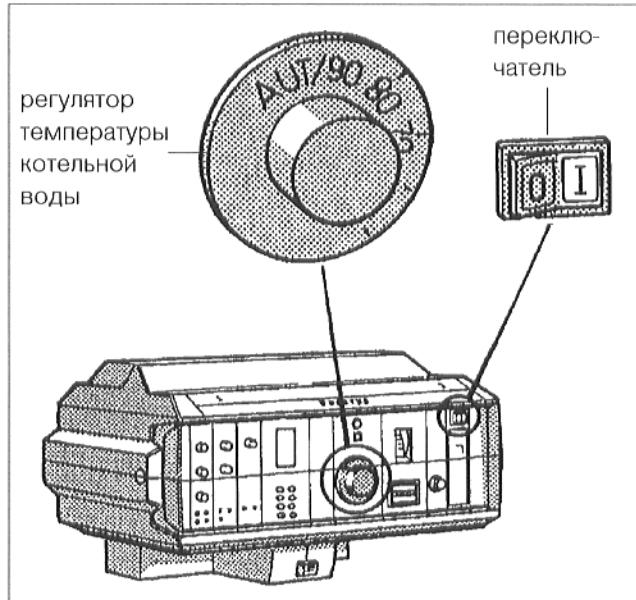
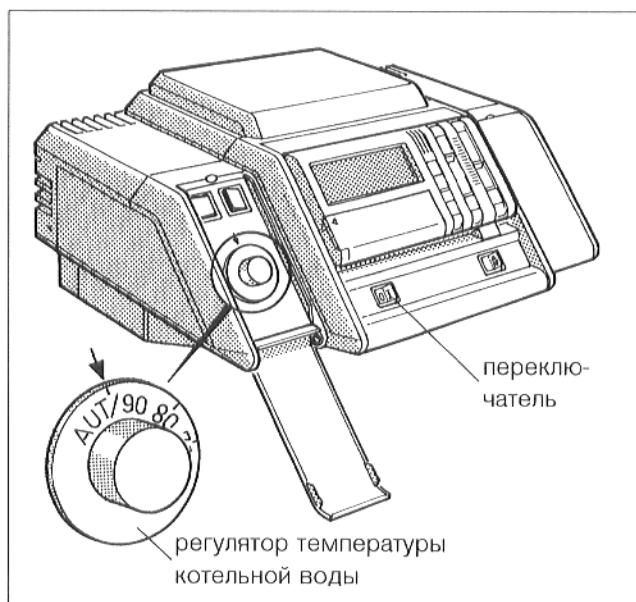

Рис. 27 HS 3220
Рис. 28 HS 4201
Открыть откидную крышку регулятора слева, в направлении вниз (рис. 28).
- Установить переключатель режима работы (рис. 27 и рис. 28) в поз. I (ВКЛ.).
- Установить регулятор температуры котельной воды на желаемую температуру. У "Ecomatic-регулирования" произвести установку на "AUT" (рис. 27 или рис. 28).
Произвести монтаж прозрачного покрытия (рис. 27).
Закрыть левую откидную крышку (рис. 28).
- Установить переключатель режима работы (рис. 27 и рис. 28) в поз. 0 (ВЫКЛ.).